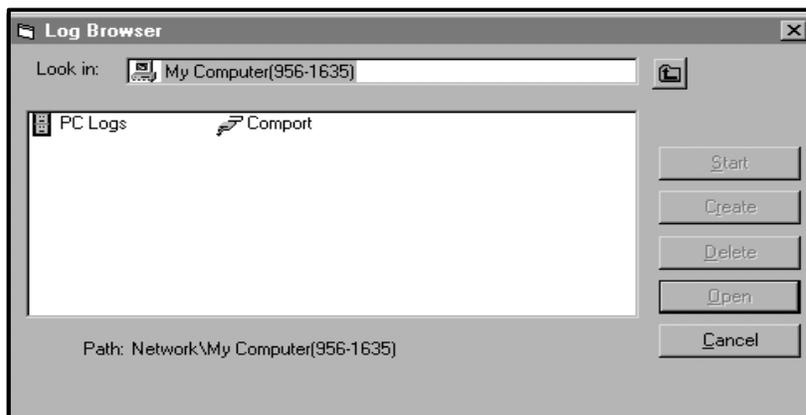

Figura 15: Selección del tipo de registro
- Haga doble clic en el nombre del ordenador para avanzar al cuadro de diálogo que se muestra en la Figura 15.